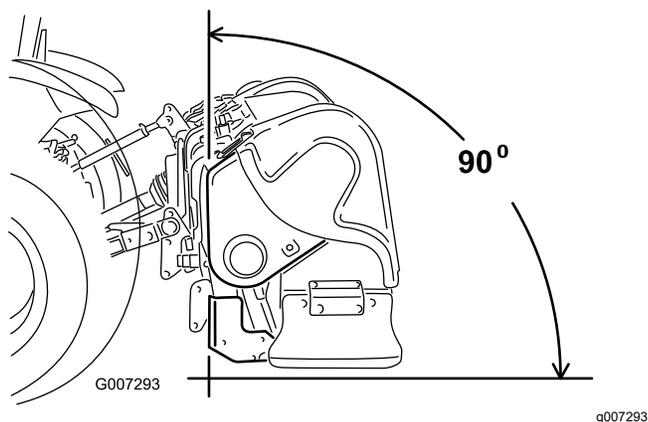

Рисунок 7
**Примечание:** Для обеспечения наилучшего качества прокола при аэрации выровняйте переднюю часть машины вертикально во время работы (Рисунок 7). Отрегулируйте верхнюю тягу, чтобы настроить этот угол. См. дополнительную информацию в разделе Советы по эксплуатации (страница 31).